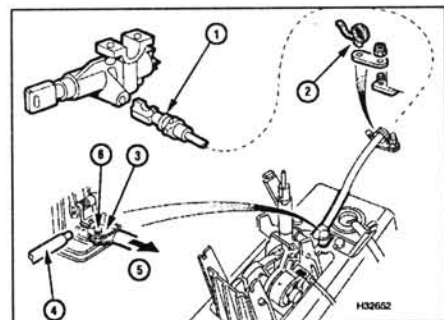

Рис. 5.8. Трос замка
8 Выньте стопорный фиксатор (1) оплётки троса и вытяните трос из замка зажигания (рис. 5.8).
16 Подсоедините кронштейн троса замка (рис. 5.8) к механизму переключения. Закрепите трос на рычаге, надев на рычаг втулку троса. Отрегулируйте трос, как описано ниже.
18 Ослабьте стяжной болт кронштейна (рис. 5.8), чтобы кронштейн можно было переместить вперёд рукой.